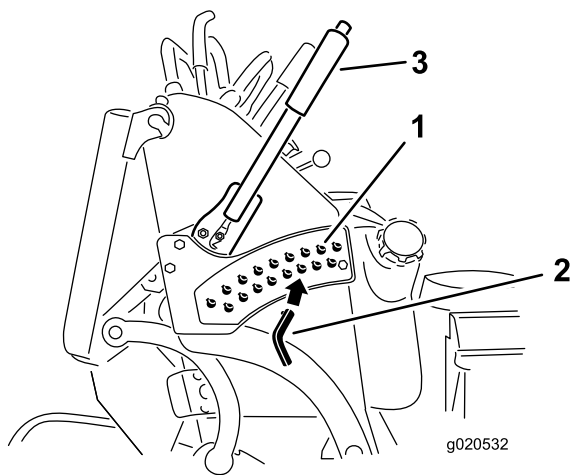

Figura 22
3. Seleccione el taladro del soporte de altura de corte que corresponde a la altura de corte deseada, e inserte el pasador (Figura 22).
4. Presione el botón y baje la palanca de altura de corte hasta el pasador (Figura 22).